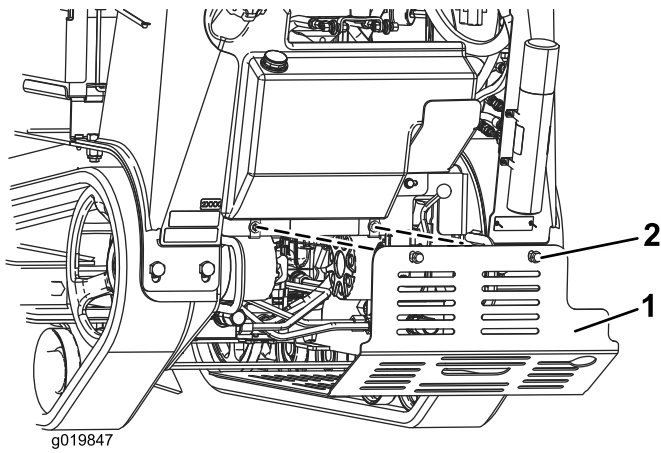

図 25
3. 下部シールドを機体に固定しているボルト2本を交互にゆるめてシールドを外す 図 25。
5. 運転する時は必ずシールドを取り付ける。下側シールドを4ヶ所のタブにセットし、外す時にゆるめたボルト2本で固定する 図 25。